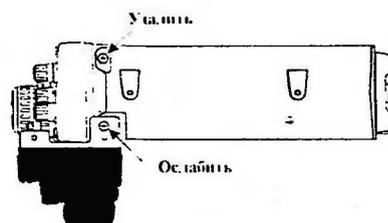

Рис.4
- ② Ориентируясь на Рис.4, отвинтите с обеих сторон трансивера по одному верхнему винту и ослабьте по одному нижнему винту, крепящих переднюю панель трансивера.
- ③ С внутренней стороны передней панели найдите неподключенный 10-контактный разъем и подключите к нему плату FVS-1A.
- ④ Установите переключатель языкового сопровождения Japanese/English на плате FVS-1A в нужное положение, после чего установите плату, используя двухстороннюю липкую ленту на поверхности платы FVS-1A.
- ⑤ Установите переднюю панель на место и закрепите ее.